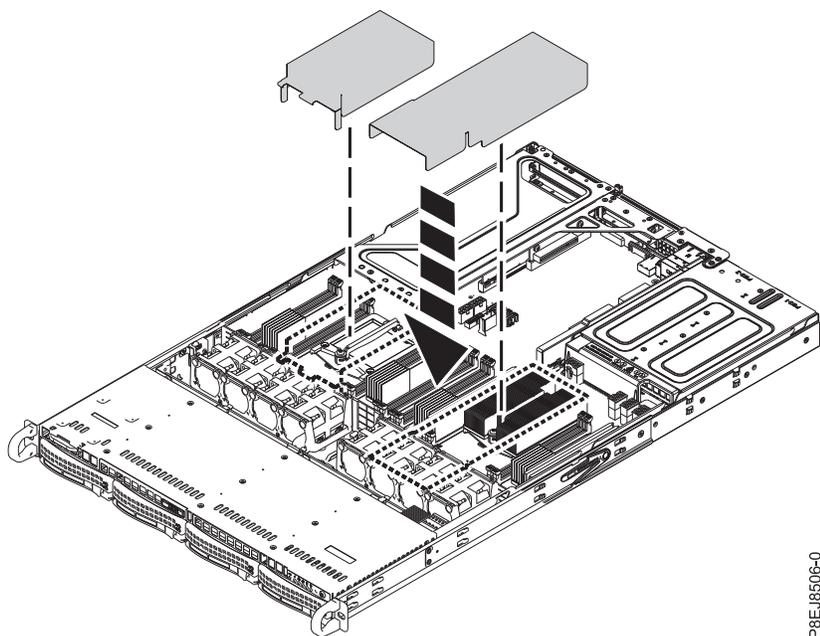

Figura 17. Instalando a placa defletora de ar do processador do sistema
5. Instale a placa defletora de ar do processador do sistema conforme mostrado na Figura 17. Insira a borda da placa defletora de ar do processador do sistema no suporte do ventilador. Em seguida, pressione cuidadosamente a placa defletora de ar do processador do sistema para baixo no lugar.